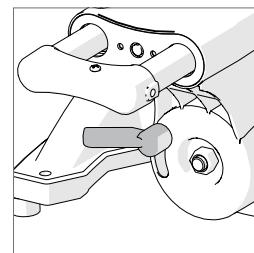

Fig. 4
- Maak de vergrendeling van de kantelkop los (**Fig. 4**)